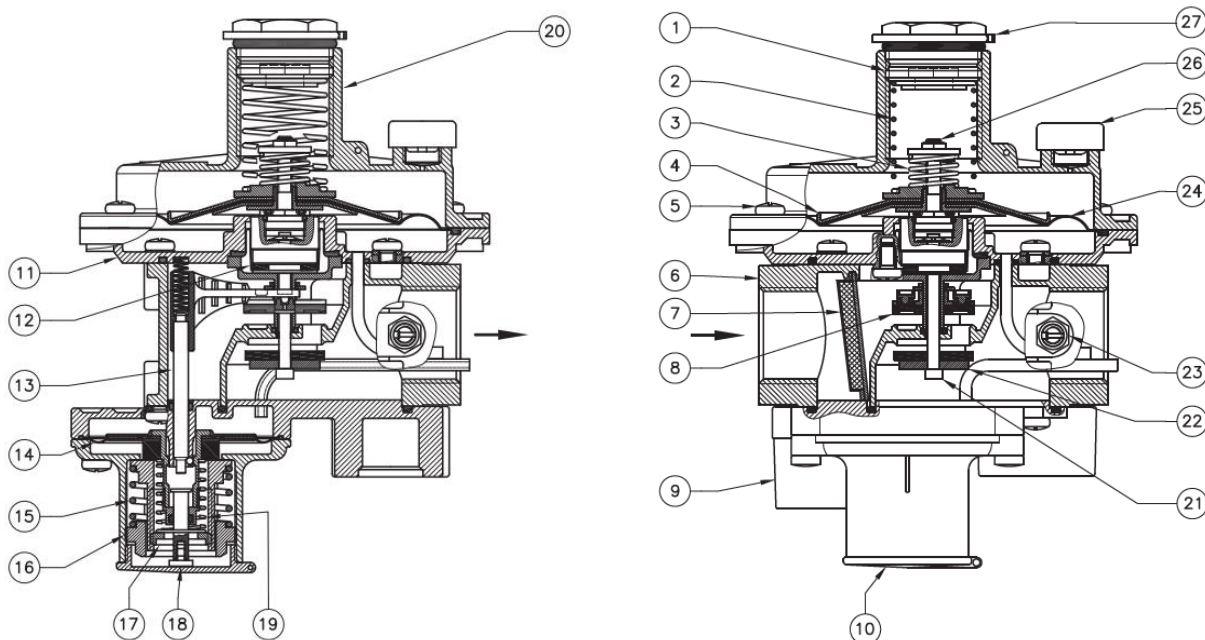

Рис. 2
Регулятор (рис. 2) состоит из: винт настройки выходного давления (1); пружина настройки выходного давления (2); пружина сбросного клапана (3); винты (5); корпус регулятора (6); фильтрующий элемент (7); затвор ПЗК (8); колпачок ПЗК (10); мембрана компенсационная (12); рычаг взвода ПЗК (13); мембрана ПЗК (14); пружина ПЗК избыточного давления (15); винт настройки ПЗК избыточного давления (16); винт настройки ПЗК недостаточного давления (17); шток взвода регулятора (18); пружина ПЗК недостаточного давления (19); воронка (20); рабочий шток (21); обтюратор (22); штуцер отбора выходного давления (23); рабочая мембрана (24); пылезащитный колпачок (25); винт настройки сбросного клапана (26); колпачок регулятора (27).